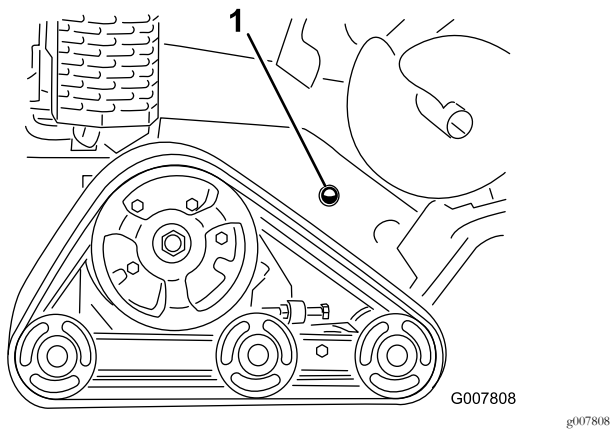

Figura 7
- Compruebe el nivel del fluido hidráulico en la mirilla situada en la parte delantera del panel de la derecha (Figura 7).
- Añada fluido hidráulico del tipo especificado por el cuello de llenado hasta que el nivel de fluido cubra la mitad de la mirilla (Figura 7).